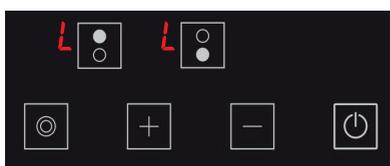

Abbildung 17
1. Das  Symbol wird auf allen Anzeigen angezeigt, wenn das Kochfeld eingeschaltet ist und die Kindersicherung aktiv ist. (siehe Abb. 17) Die  und  Symbole werden im Wechsel angezeigt, falls eine Kochstelle heiß ist. Sie können das Kochfeld nur mit der  Taste ein- oder ausschalten.